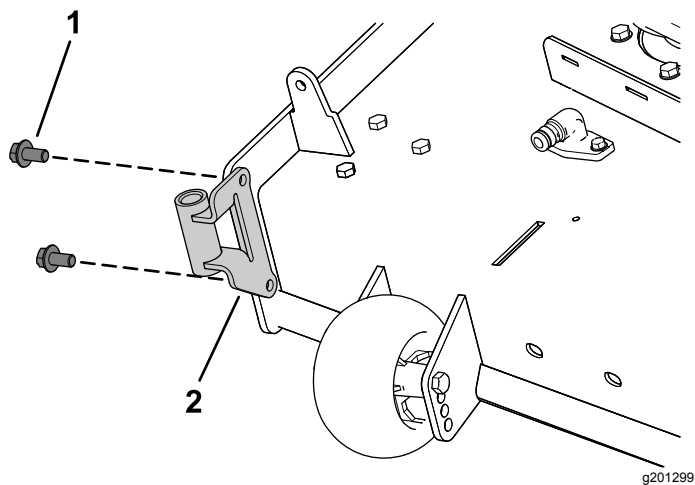

Figura 8
1. Instale el soporte del soplador en la carcasa de corte usando 2 tornillos de cabeza hexagonal con arandela prensada (3/8" x 3/4"), según se muestra en Figura 8.